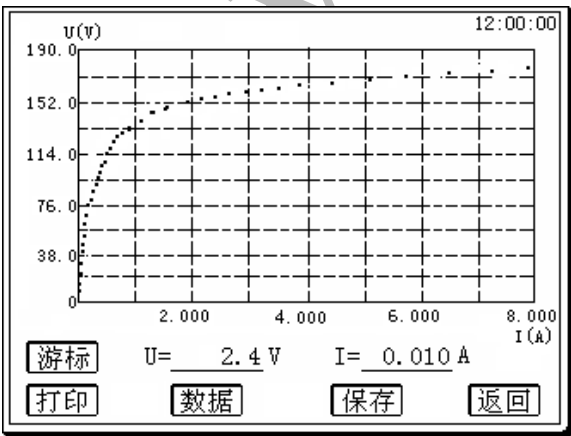

图 19
试验结束后，屏幕显示出 PT 伏安特性测试曲线（如图 19 所示）。该界面上各操作功能如上：
**游标：**使用旋转鼠标将光标移至 **游标** 选项选定，即进入游标数据查询功能（如图 19 所示）。使用旋转鼠标左移或右移游标线，可查看伏安特性测试曲线任意一点的电流和电压值。
结果显示界面（图 19），可详细查看并打印此组历史记录的数据和曲线。